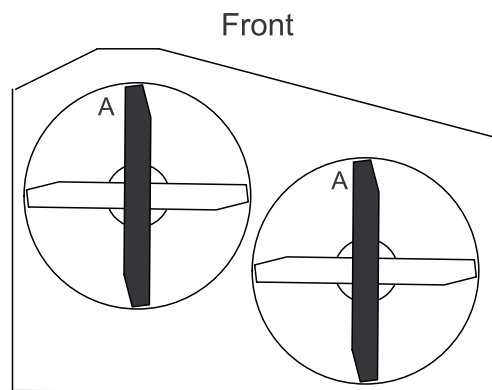

Рисунок 48
- Поверните ножи так, чтобы их концы были направлены вперед и назад. Измерьте расстояние от горизонтальной поверхности до режущей кромки ножей в положении А, (Рисунок 48).